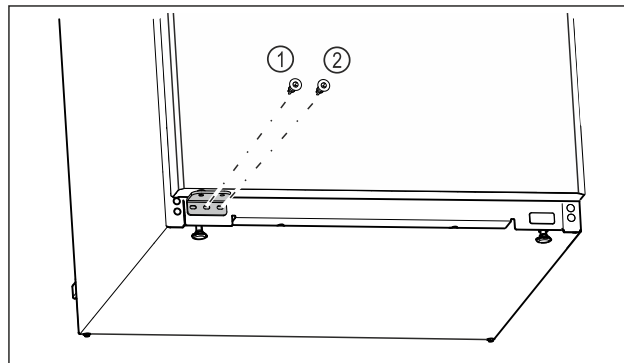

Fig. 22
- ▶ Shtrëngoni vidën e mesit të bazamentit mbështetës Fig. 22 (1) me kaçavidë Torx 20.
- ▶ Shtrëngoni vidën e brendshme të bazamentit mbështetës Fig. 22 (2) me kaçavidë Torx 20.